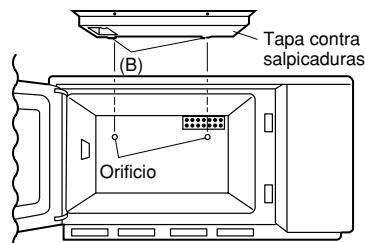

Figura 2
1. Inserte los dos resaltos de la tapa (B) en los orificios de la placa posterior de la cavidad del horno como se muestra en la figura 2.